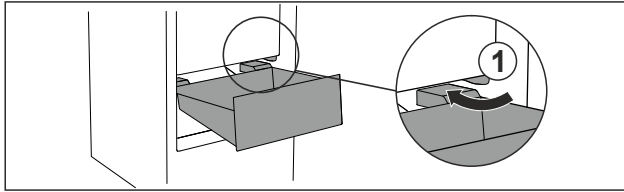

Fig. 73
- ▶ Før skuffen rundt stopperne Fig. 73 (1) på skrå.